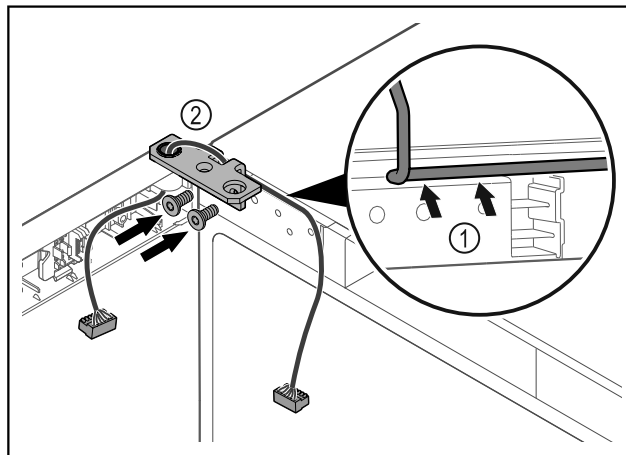

Fig. 32
- ▶ Проведите кабель через отверстие в шарнирном уголке и аккуратно уложите его Fig. 32 (1).
- ▶ Привинтите шарнирные уголки Fig. 32 (2).